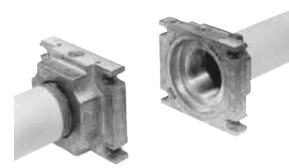

Рис. 15
1. Установить фланец на трубе. Использовать соответствующую применяемому газу оснастку (Рис. 15).
2. установить устройство MB-DLE и уделить особое внимание прокладкам O-Ring (Рис. 15).